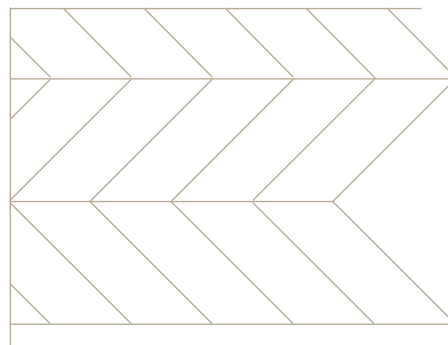

Abb. 17: Zuschneiden zur Wand.
- Dielen und Passtücke zu den Wänden so zuschneiden, dass der Abstand zur Wand immer 10-15 mm beträgt. Siehe Abb. 17.